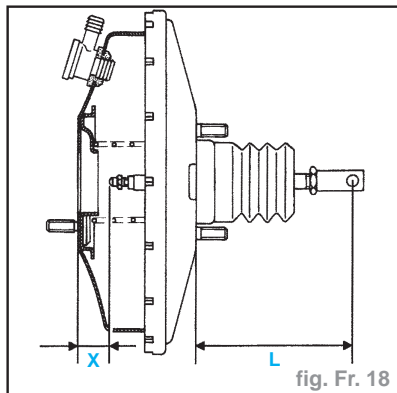

fig. Fr. 18
- Avant le remontage, vérifier : (fig. Fr. 18)